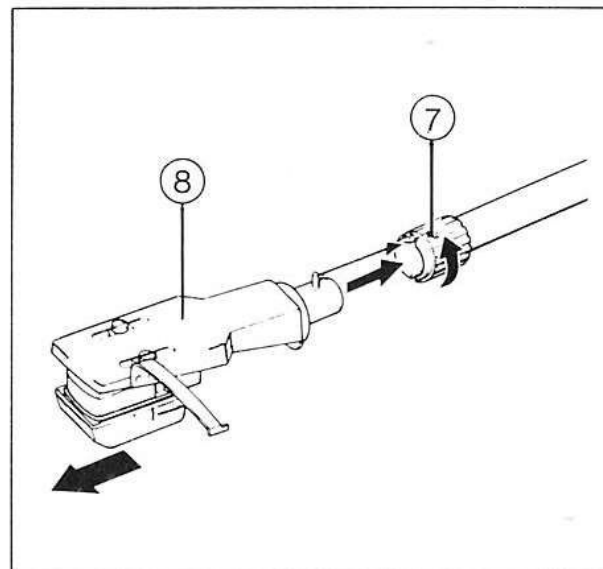

Bild 2
Bringen Sie den Tonarm-Lifthebel ④ in die untere Stellung und sichern Sie den Tonarm auf der Stütze ⑤ mit dem Sicherungshebel. Schieben Sie dann den Systemträger mit dem Abtastsystem in der gezeichneten Stellung in den Tonarm und befestigen Sie ihn durch Anziehen der Überwurfmutter ⑦ in der angegebenen Richtung (siehe untenstehende Skizze, Bild 2).